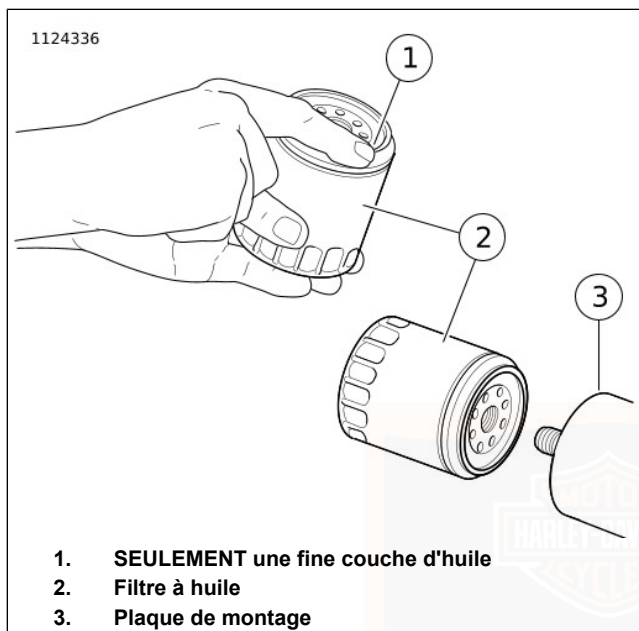

Figure 65. Application d'une fine couche d'huile
6. Voir Figure 65. Installer le **nouveau** filtre à huile.